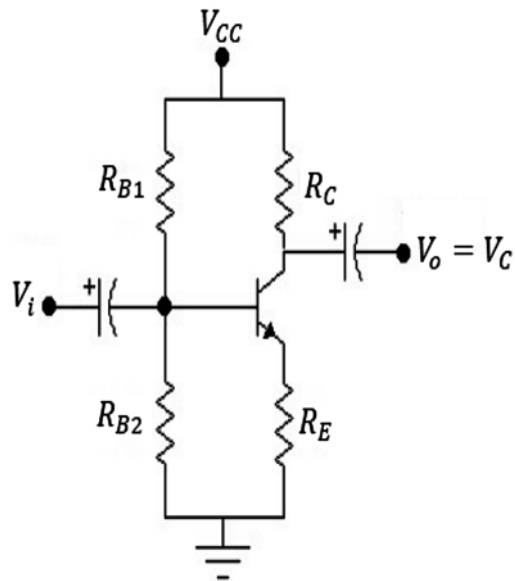

Figura 4.67 Diseño de circuitos con transistores. Fuente: Elaboración propia
- i) Diseñe el circuito de la figura 4.67 de modo que $I_C = 2\text{mA}$, $A_V = -10$.